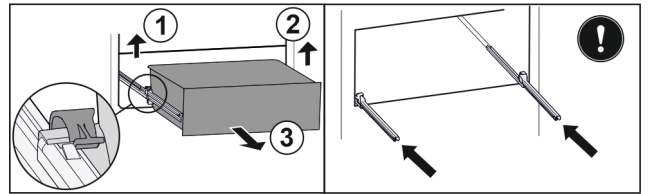

Fig. 91
- ▶ 提起左侧夹子，同时将抽屉左侧向前拉。 Fig. 91 (1)
- ▶ 提起右侧夹子，同时将抽屉右侧向前拉。 Fig. 91 (2)
- ▶ 朝前取出抽屉。 Fig. 91 (3)